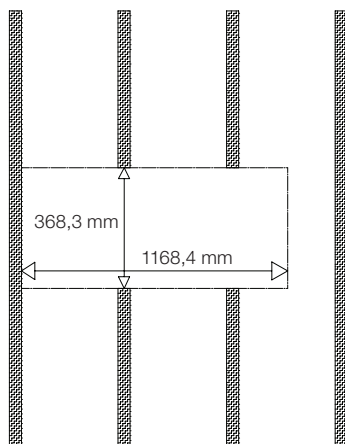

Abbildung 15
2. Durchtrennen Sie die Wandstützen vollständig, die sich innerhalb des benötigten Raums für die Installation des SCL-2 befinden (Abbildung 15). **STELLEN SIE VORHER SICHER, DASS DIES KEINE TRAGENDEN STÜTZEN SIND.**